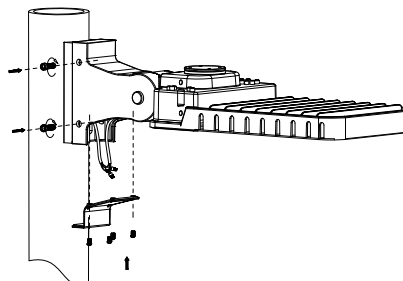

FIG. 5
3. Serrez les 4 boulons M8 *20 sur le bras flexible et attachez-le à l'adaptateur. Connectez les fils d'alimentation correctement, en conformité avec les schémas de câblage ci-dessous. Réalisez les connexions de câblage à l'intérieur du bras flexible et serrez le couvercle inférieur avec les 4 vis M4*12 (voir la **FIG. 5**). Les connexions de câblage peuvent aussi être réalisées à l'intérieur du poteau.